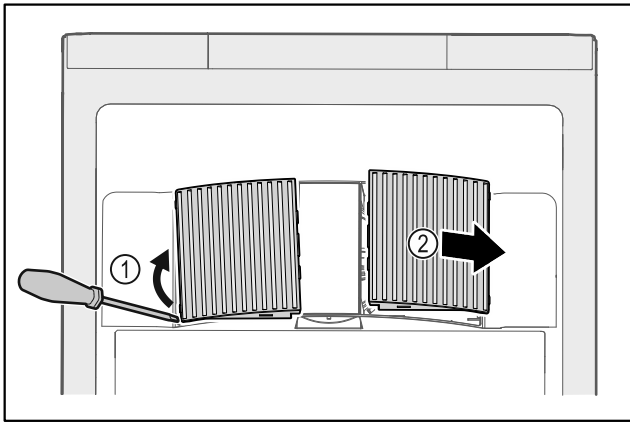

Fig. 234
- ▶ Óvatosan fessegesse le a ventilátor burkolatait oldalról Fig. 234 (1), és emelje le őket előre felé Fig. 234 (2).